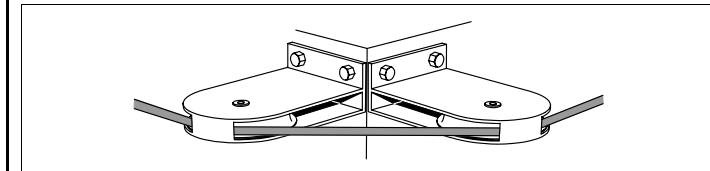

Abb. 3: Umlenken des Seiles
- Beim Umlenken des Seiles um eine Ecke je 1 Stehrolle auf beiden Seiten der Ecke montieren (siehe Abb. 3).